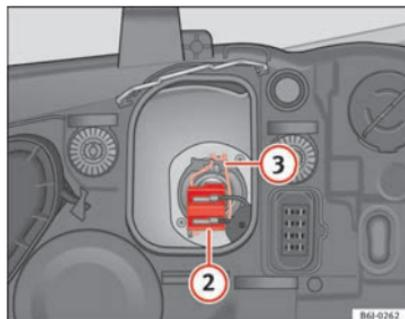

Abb. 166 Abblendlicht
- Ziehen Sie den Stecker ⇒ Abb. 166 ② von der Lampe ab.
- Nehmen Sie die Haltefeder ⇒ Abb. 166 ③ durch Eindrücken und Rechtsdrehung ab.